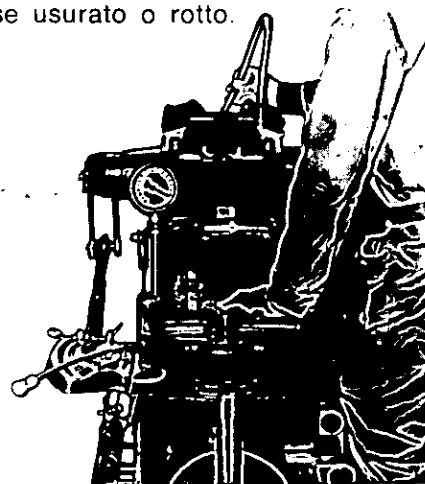

Fig. 202 - Controllo della tenuta del circuito idraulico mediante vuotometro per trattori - PANTHER - TIGER 100.
- Inserire l'attrezzo in modo da convogliare l'olio dal coperchio direttamente all'interno della S.A.C. (vedi fig. 202).